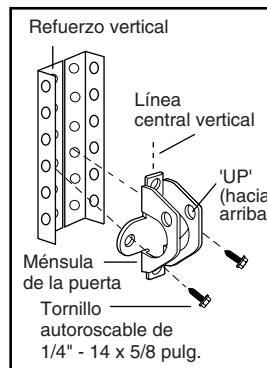

Figura 2A
- Taladre orificios para sujetar de aproximadamente .5 cm (3/16 pulg.). Asegure bien la ménsula de la puerta utilizando los dos tornillos autoroscables de 1/4"-14 x 5/8 pulg. (Figura 2A)